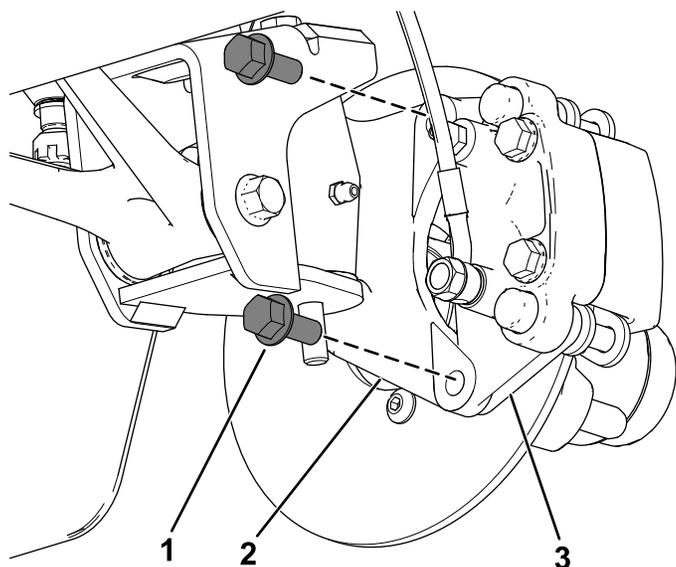

Figura 36
3. Retire los pernos con arandela prensada ($\frac{3}{8}$ " x $\frac{3}{4}$ ") que sujetan el soporte del conjunto de freno al eje y separe el freno del eje (Figura 36).
2. Alinee las pastillas de freno en cada lado del rotor (Figura 36) y los taladros del soporte de la pinza con los taladros de montaje del freno de la mangueta (Figura 40).
3. Sujete el soporte de la pinza a la mangueta (Figura 36) usando los 2 pernos con arandela prensada ($\frac{3}{8}$ " x $\frac{3}{4}$ ").